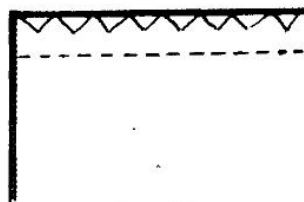

Рис. 98
3. Обметайте срезы припусков швом «зигзаг» (Ш,3 — Д,2). Чтобы срез не осыпался, старайтесь строчить в направлении долевой нити. Если ткань скручивается, строчите через лист бумаги или используйте специальную лапку для обметывания срезов (рис. 98).